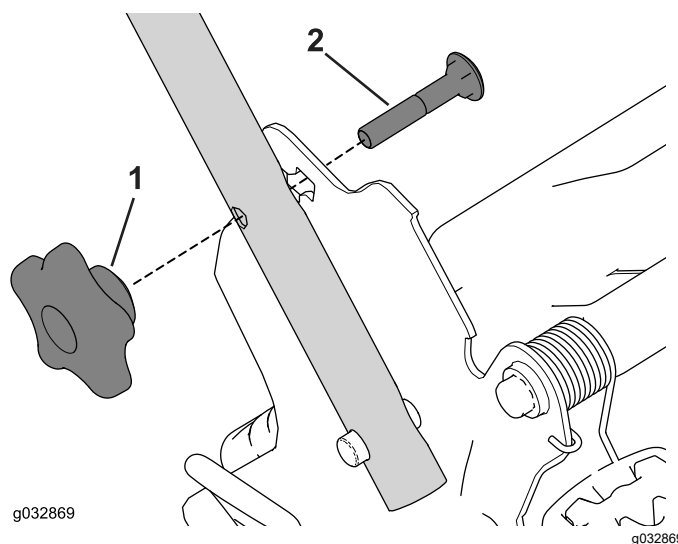

Figura 22
2. Retire e guarde os 2 manípulos e os 2 parafusos de carroçaria dos suportes da pega (Figura 22).